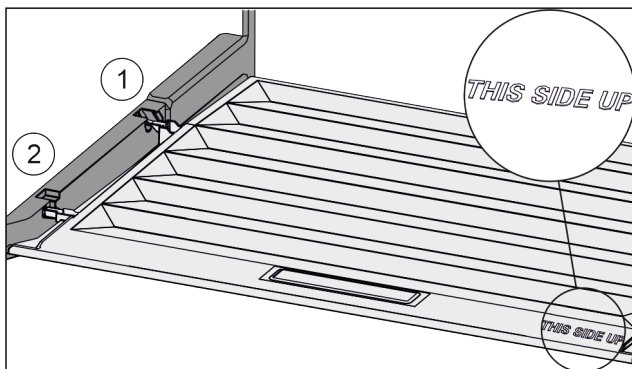

Fig. 129
- Výstupky veka zavedte cez otvor zadného držiaku Fig. 129 (1) a zaistite vpredu v držiaku Fig. 129 (2).